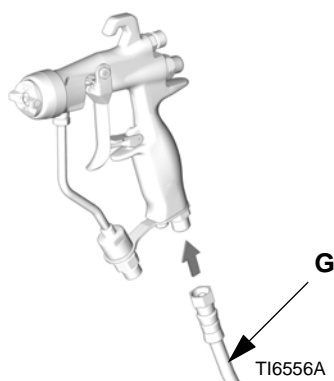

FIG. 2
5. Koble luftslangen (G) til pistolens luftinntak (1/4 npsm). Se FIG. 2.